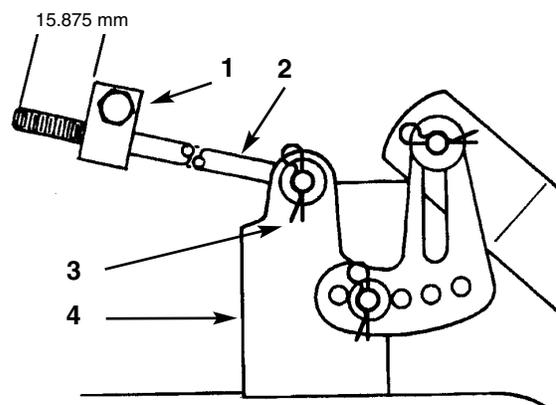

Fig. 50
5. Misurare la lunghezza dell'asta che protrude davanti al blocco di regolazione, ai lati del telaio (Fig. 50). Se la lunghezza dell'asta non è di 15,875 mm, togliere la coppiglia a forcina e la rondella dall'estremità dell'asta (Fig. 50) e girare l'asta fino ad ottenere la dimensione di 15,875 mm. Inserire quindi il capo dell'asta nel foro dell'attacco del tosaerba, e fissare con la rondella e la coppiglia a forcina. Ripetere questa operazione dal lato opposto del tosaerba.